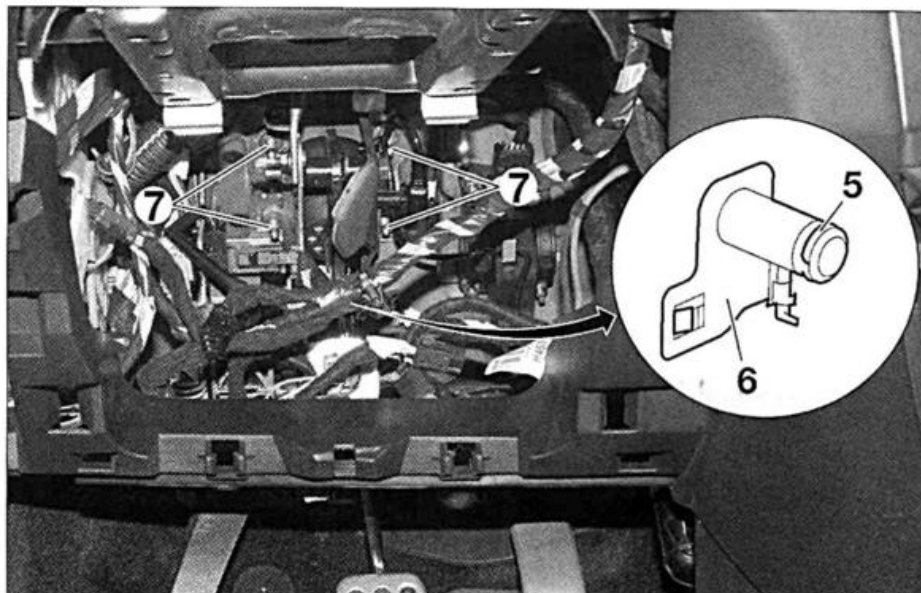

FIG. 16
- Desmontar (fig. 16):
- la anilla (5),
- la grapa (6),
- las tuercas (7),